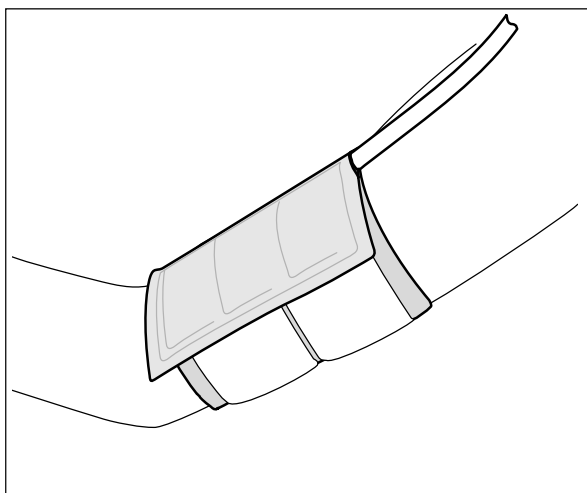

Fig. 4-1 Aanbrengen van de manchet
- de aansluitslang naar boven, naar de schouder wijst (Fig. 4-1)